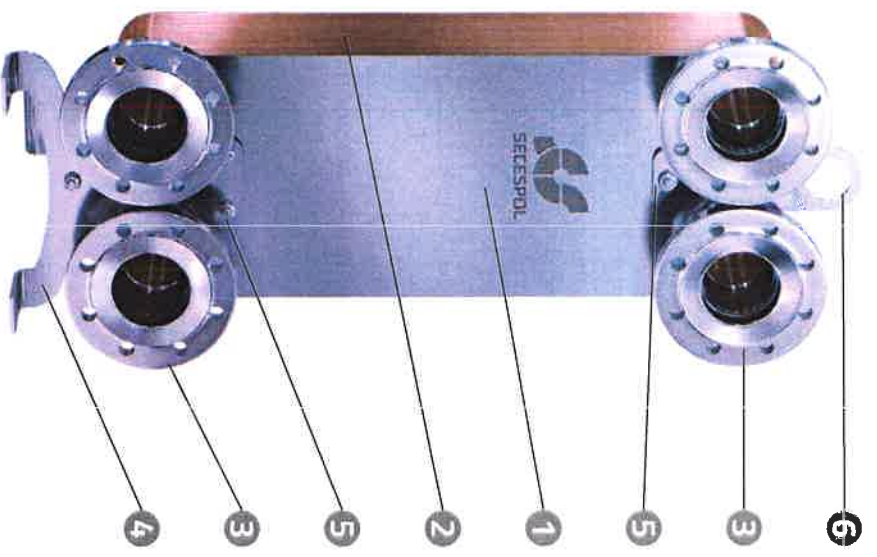

Fig. 1
1.2. Główne elementy konstrukcyjne, Fig.1: